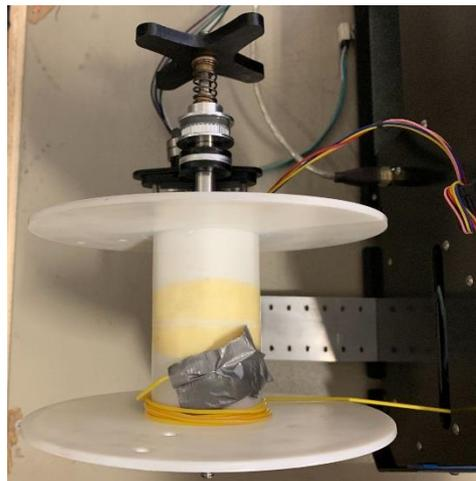

Figura 17: Vista superior del carrete de inicio con cinta.
6. ¿Recuerda el trozo de cinta que preparamos al final del paso 4? Después de pasar el filamento a través de la guía del esparcidor, pegue el trozo de cinta al final del filamento (si necesita un poco más de pista, corte el filamento un poco más después de pasar a través de la guía del esparcidor antes de pegarle cinta). Ahora, pegue el filamento pegado con cinta adhesiva al lado inferior de su carrete. Tenga en cuenta que es mejor pegar el filamento lo más cerca posible de la parte frontal (lado de inicio) de su spooler. Ver **Figura 17** para referencia.
- c) ¿Recuerdas ese trozo de cinta que preparamos? Después de pasar el filamento a través de la guía del esparcidor, pegue el trozo de cinta al final del filamento (si necesita una pista un poco más, corte el filamento un poco más después de pasar a través de la guía del esparcidor antes de pegar la cinta). Ahora, pegue el filamento pegado con cinta adhesiva al lado inferior de su carrete. Tenga en cuenta que es mejor pegar el filamento lo más cerca posible de la parte frontal (lado de inicio) de su spooler. Ver **Figura 17** para referencia.